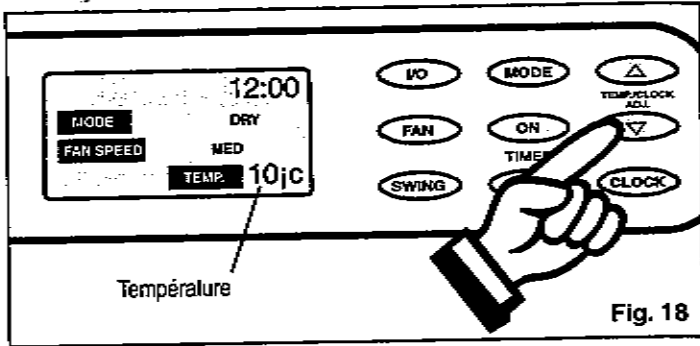

Fig. 18
- 3) Appuyez sur la touche appropriée Δ ou ∇ pour régler la température de déshumidification entre 10°C (48°F) et 30°C (88°F). Fig. 18. La lampe verte s'allume pour indiquer que le mode de déshumidification fonctionne (il peut se produire un bref délai de 10 à 30 secondes avant le début du cycle, ceci est normal).